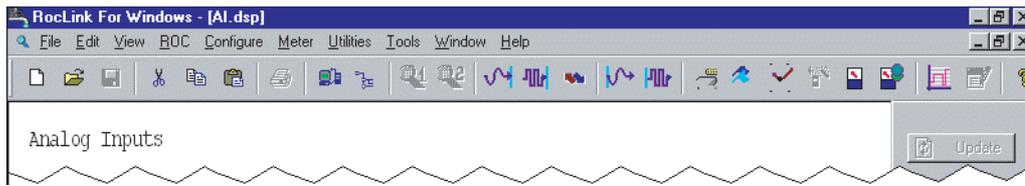

Figure C-3. Nova Exibição, Exemplo 2
11. Coloque o cursor à direita do “I” e digite “**nputs**” e pressione <Enter>. Sua tela deve parecer com a Figura C-3.